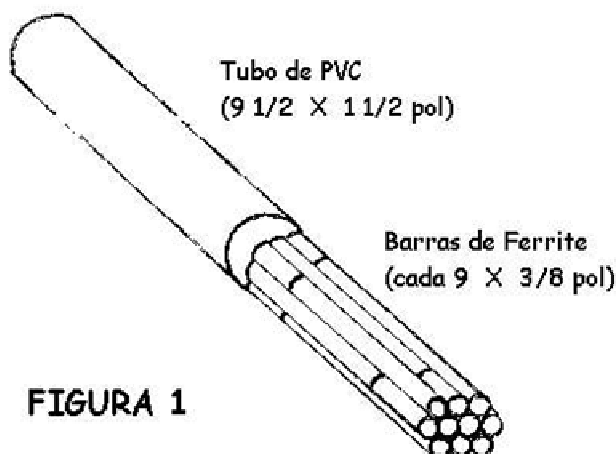

FIGURA 1
2. Insira o "pacote" dentro do tubo de PVC de modo que os ferrites fiquem firmes e preencham o interior do tubo (ver figura 1). Fixe-os com cola de modo que não escorreguem para fora.